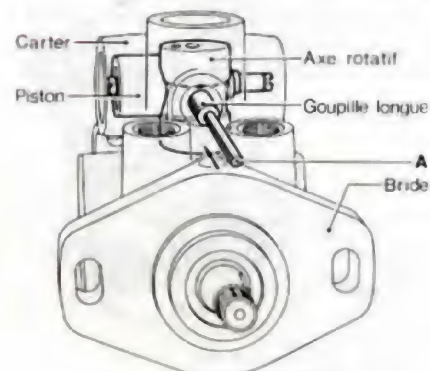
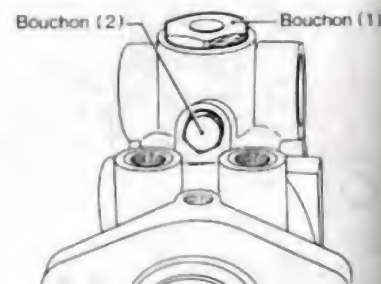

Fig. 42.
Fig. 43.
- Introduire le piston de l'avance à l'injection dans le carter (fig. 42).
- Positionner l'axe rotatif, le piston et le coulisseau pour qu'ils soient en ligne avec le trou de la goupille (aligner avec une broche et introduire la goupille longue à l'aide de l'outil (A) (fig. 42).
- Oblurer le trou de montage avec le bouchon (2) muni de son joint.
- Visser le bouchon (1) du tiroir rotatif (ne pas oublier le joint) (fig. 43).